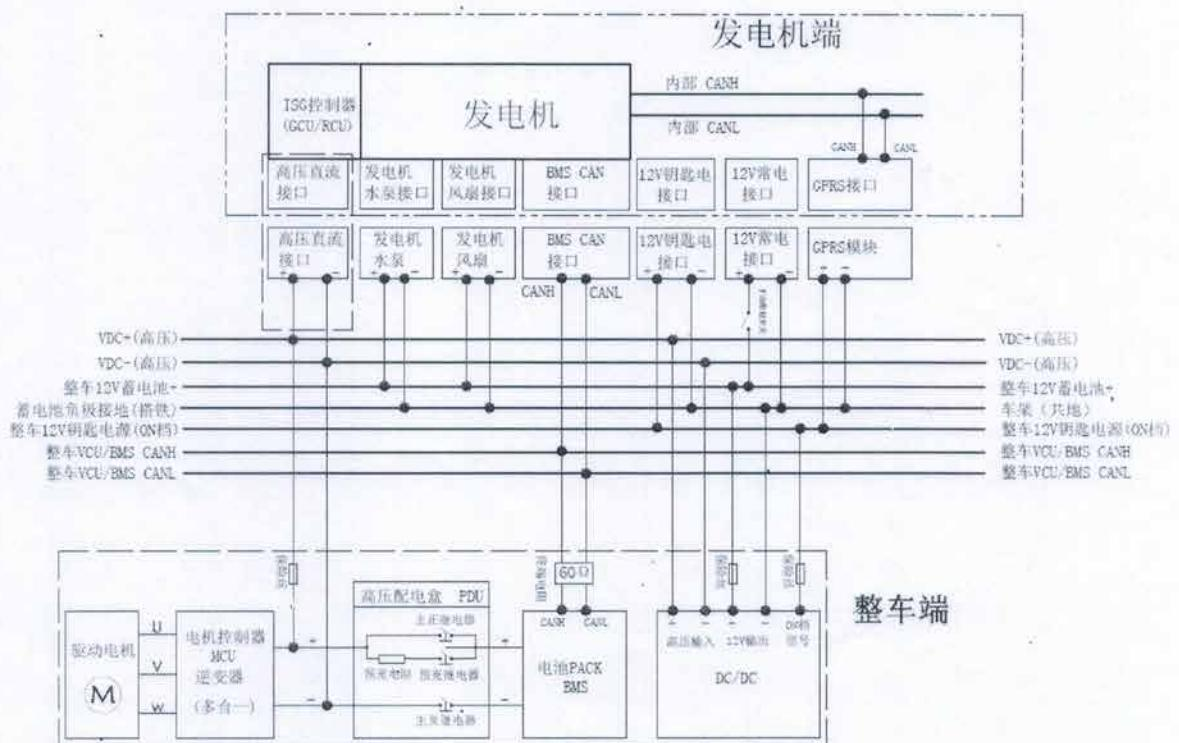

图 3 : 发电机高、低压线束连接原理图
4.5 发电机高、低压线束连接原理图 (如下图 3 所示):